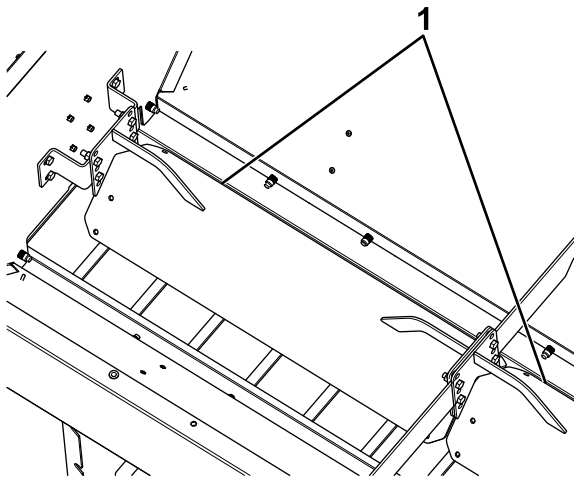

Figura 22
4. Retire las fijaciones que sujetan el deflector al interior del esparcidor (Figura 22).
5. Eleve o baje el deflector a la altura deseada y sujételo con las fijaciones que retiró anteriormente (Figura 22).